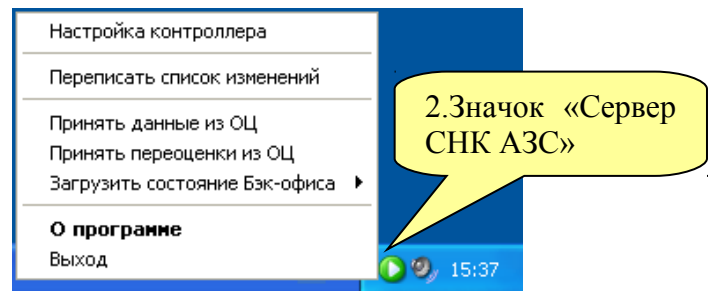

Рисунок 5.6
2. Завершить приложение «Сервер» (правой кнопкой мышки щелкнуть на значке сервера в правом нижнем углу экрана, в появившемся меню выбрать пункт «Выход» (рисунок 5.6), дождаться исчезновения значка)